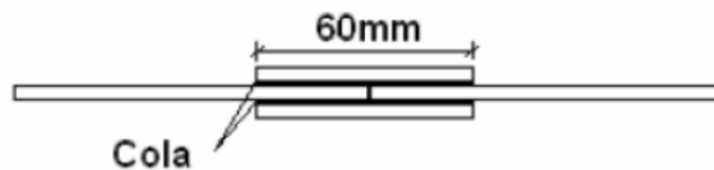

Figura 1: Esquema de emenda das barras
4. As juntas para as barras deverão ser feitas com emendas por superposição de palitos. Recomenda-se que seja utilizado o esquema da figura 1.
5. As emendas de palitos, de acordo com a figura 1, não devem conter mais do que 3 palitos, sob pena de eliminação do concurso.